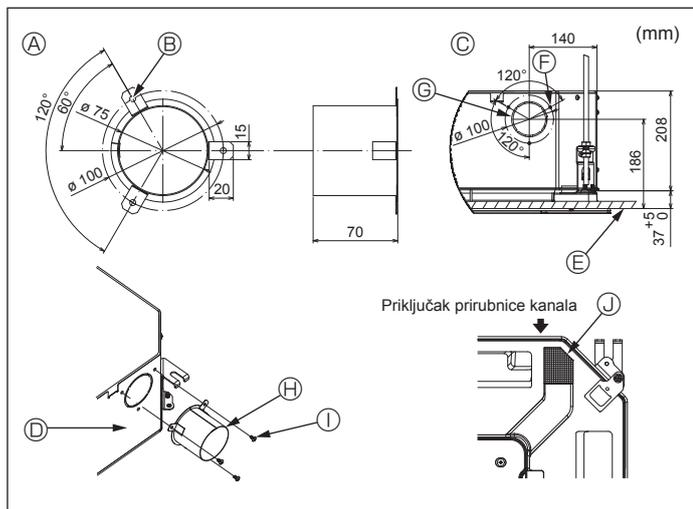

Fig. 4-3
4.3. Ugradnja kanala (u slučaju dovoda svježeg zraka) (Fig. 4-3)